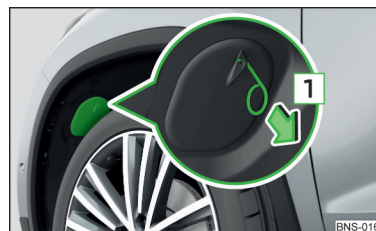

Fig. 375
- Ajustar las ruedas delanteras de la manera, que la tapa correspondiente de la rueda es accesible » fig. 375.
- Colocar y presionar la cubierta en la apertura correspondiente » fig. 375. La cubierta deberá enclavarse de modo seguro.